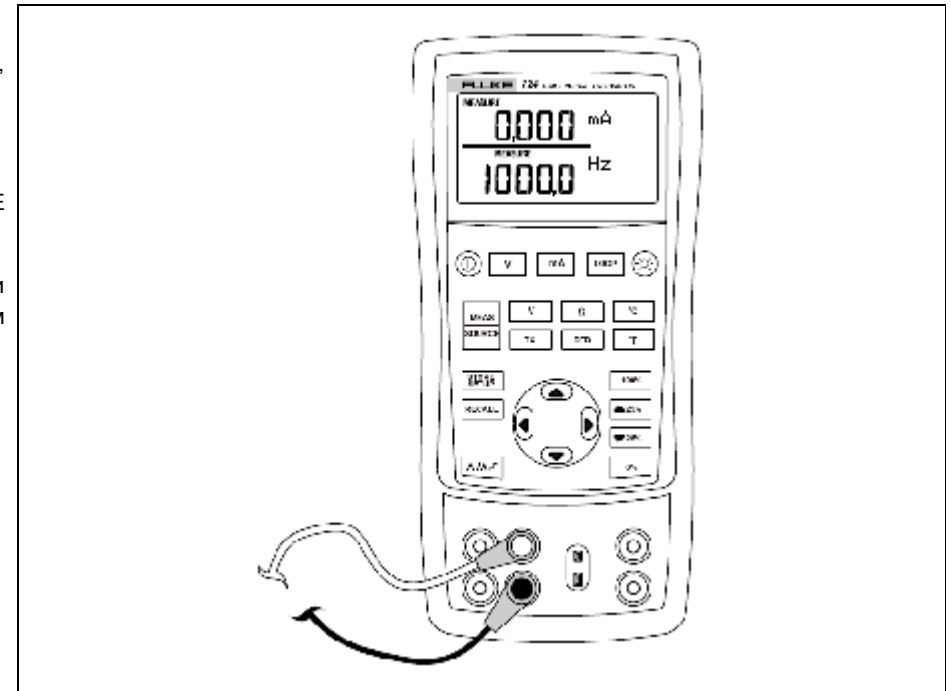

Рис. 9. Измерение электрических параметров
1. Подключите калибратор, как показано на рис. 9.